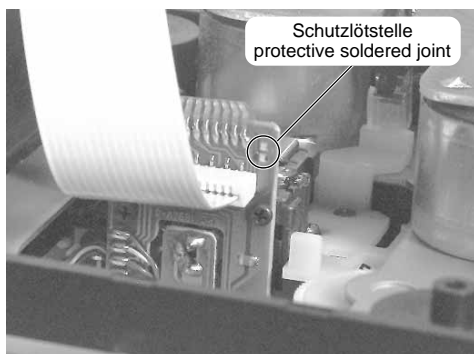

Fig. 19
**\*Achtung:** Bei Ausbau des CD-Laufwerks muß vor Abziehen der Steckverbindungen eine Schutzlötstelle auf der Leiterplatte (Fig. 19) der Lasereinheit angebracht werden, um eine Zerstörung der Laserdiode durch statische Aufladung zu vermeiden. Beim Einbau einer neuen Lasereinheit muß nach Einstecken der Steckverbindungen die werkseitig angebrachte Schutzlötstelle entfernt werden.
**\*Warning:** Before detaching the plug-in connections when removing the CD drive mechanism a protective solder joint must be provided on the circuit board (Fig. 19) of the laser pick-up to avoid the laser diode being destroyed by static charges.